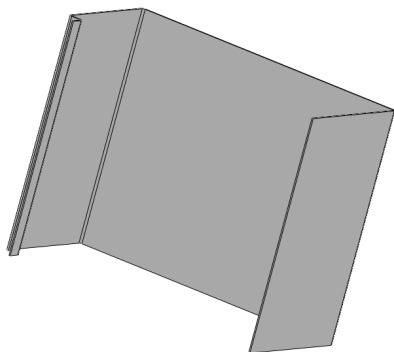

图 13-31 创建转折特征效果
(11) 在绘图区中, 选取草绘固定面, 单击【反向】和【确定】按钮, 创建转折特征, 如图 13-31 所示。